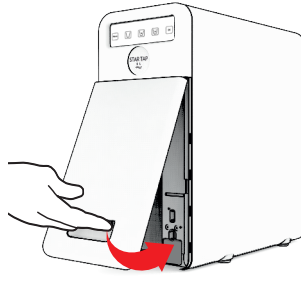

Fig. 2-13
42.9 - Rimontare il sportello frontale, vedi Fig. 2-13. La macchina è pronta per l'uso.